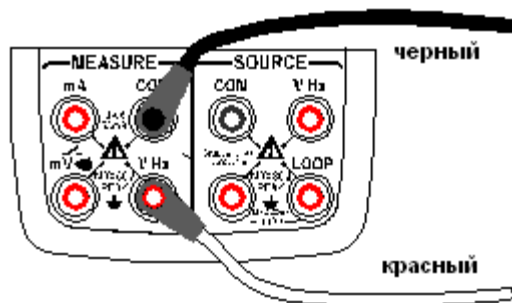

Рис. 11. Измерение напряжения постоянного тока V и частоты
Для измерения напряжения постоянного тока (V) и частоты (Рисунок 11)